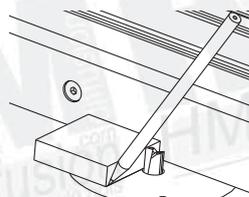

Figure 27 : Marquage du début d'usinage
- En vous servant d'une équerre, tracer sur la table un repère matérialisant le début de travail de la fraise de défonceuse comme indiqué sur la figure 27. Le trait devra dépasser de la largeur de la pièce à usiner.